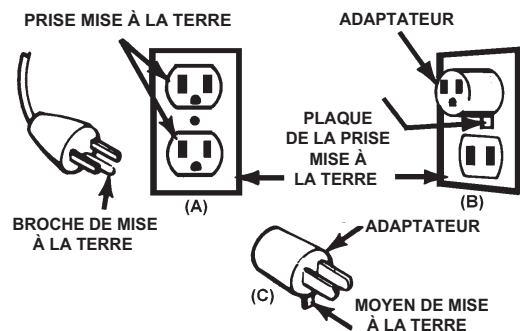

FIGURE 1 MÉTHODES DE MISE À LA TERRE
Le cordon électrique du chargeur est muni d'un fil de mise à la masse et d'une fiche à broche de mise à la terre. Le chargeur doit donc être raccordé à une prise de courant mise à la terre conformément au code de l'électricité et aux règlements municipaux. Ce chargeur de batterie est conçu pour être raccordé à un circuit électrique de 120 V et son cordon est muni d'une fiche comme celle que l'on retrouve sur la figure 1 (A). Cette fiche doit être branchée dans une prise mise à la terre. La broche et les deux lames de la fiche doivent s'adapter à la prise de courant (sortie).
**ADAPTATEUR** : Un adaptateur temporaire, comme le montre la figure 1 (B) et (C), peut être employé pour brancher la fiche du chargeur à une prise bipolaire, comme le montre la figure 1 (B).